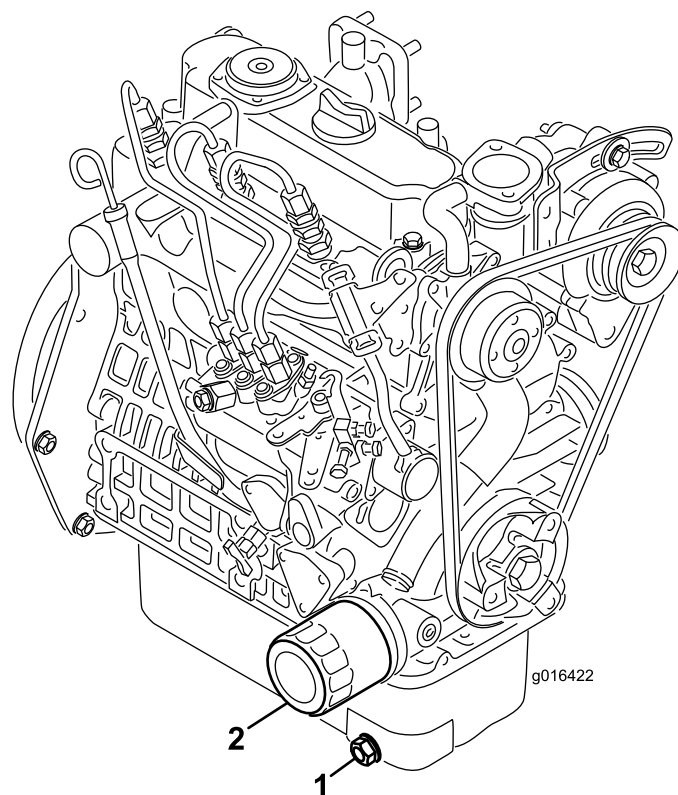

Figura 33
1. Retire el tapón de vaciado (Figura 33) y deje fluir el aceite a un recipiente apropiado. Cuando el aceite deje de fluir, coloque el tapón de vaciado.